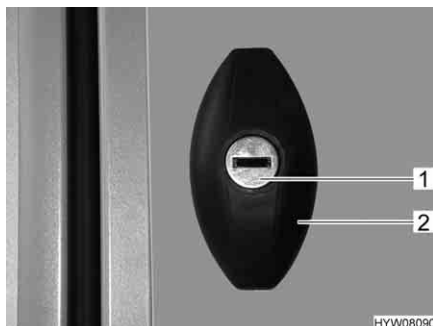

Fig. 63 Serratura dello sportello, ellittico, chiuso
- Inserire la chiave nel cilindro della serratura (Fig. 63,1) e ruotare in senso antiorario di un mezzo giro. La maniglia della serratura (Fig. 63,2) scatta all'infuori.